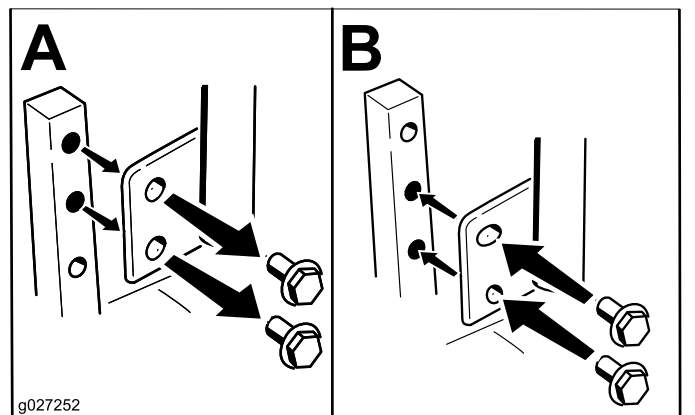

Рисунок 11
Вы можете установить рычаги управления движением выше или ниже для максимального удобства (Рисунок 11).
2. Ослабьте нижний болт только в такой степени, чтобы можно было наклонить рычаг управления вперед или назад (Рисунок 11).